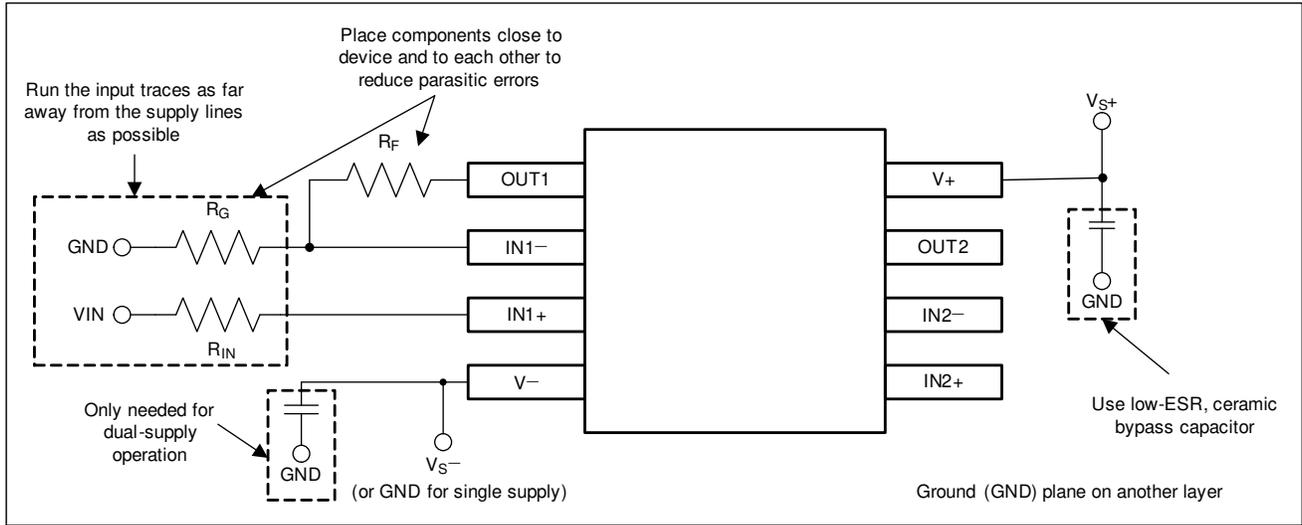

図 9-3. 非反転構成のオペアンプ基板のレイアウト
- 外付け部品は、可能な限りデバイスに近く配置します。図 9-3 に示すように、 $R_F$  と  $R_G$  を反転入力に近づけて配置すると、寄生容量が最小化されます。